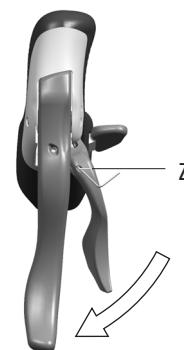
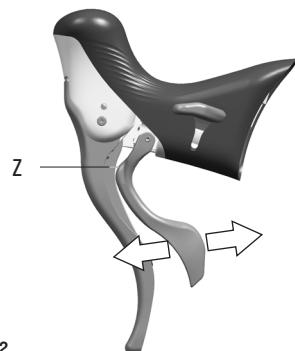

図11
図12
外側レバーの位置（ブレーキ・レバーに近付けるか、離すか）は、Z穴内部のグラブねじを回し、調整することができます（図11 / 12）。外側レバーは、ブレーキ・レバーに触れるぎりぎりの位置に調整するのが適正です。しかし、実際にブレーキ・パッド裏側のラバー・パッドに触れる必要はありません。
- 外側レバーをブレーキ・レバーから離したい場合（図12）は、六角レンチを時計回りに回します（図11）。外側レバーをブレーキ・レバーに近付けたい場合は、六角レンチを反時計回りに回します。